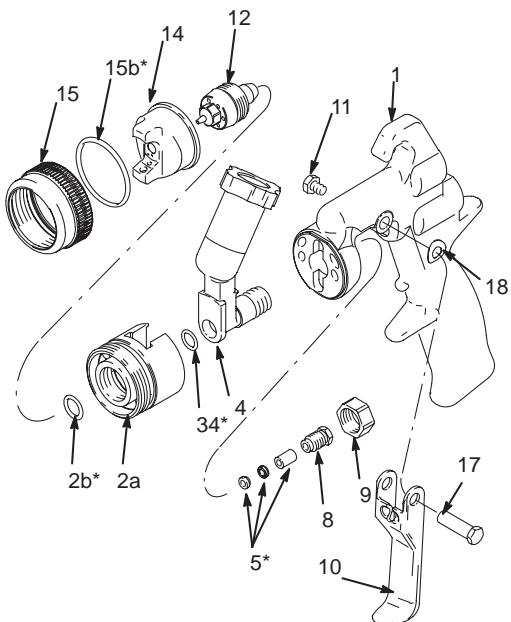
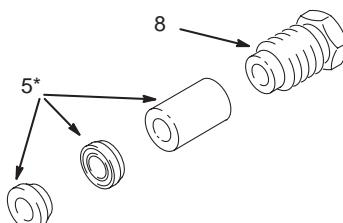

Fig. 23
Fig. 24
1. Une fois, le corps de pulvérisation (2a) désolidarisé de l'adaptateur (4), utiliser l'outil spécial pour démonter le joint torique (2b) du corps (2a).
2. Retirer le joint torique (34) de l'adaptateur (4). (Voir Figure 23). **Note :** Le joint torique (2b) est légèrement plus grand que le joint torique (34).
3. Monter un nouveau joint torique (34) dans l'adaptateur (4). Monter un nouveau joint torique (2b) dans le corps (2a). **Note :** Pour faciliter le montage du joint torique, placer l'adaptateur (4) dans le corps de pulvérisation (2a) pour obturer l'extrémité. Monter le joint torique(2b) dans la rainure du corps (2a) et mettre en place l'adaptateur (4) qui vient le maintenir.
4. Dévisser la vis de réglage d'étanchéité (8) de l'adaptateur (4) à l'aide de la clé universelle (28).
5. A l'aide d'un outil de démontage de joint, pousser les trois joints d'étanchéité de fluide (5) hors de l'adaptateur (4). Prendre soin de ne pas endommager l'adaptateur. Jeter les joints usagés.
6. Monter les nouveaux joints de fluide (5) et la vis de réglage étanchéité (8) sur le pointeau (13). (Voir Figure 24 pour l'orientation des pièces).